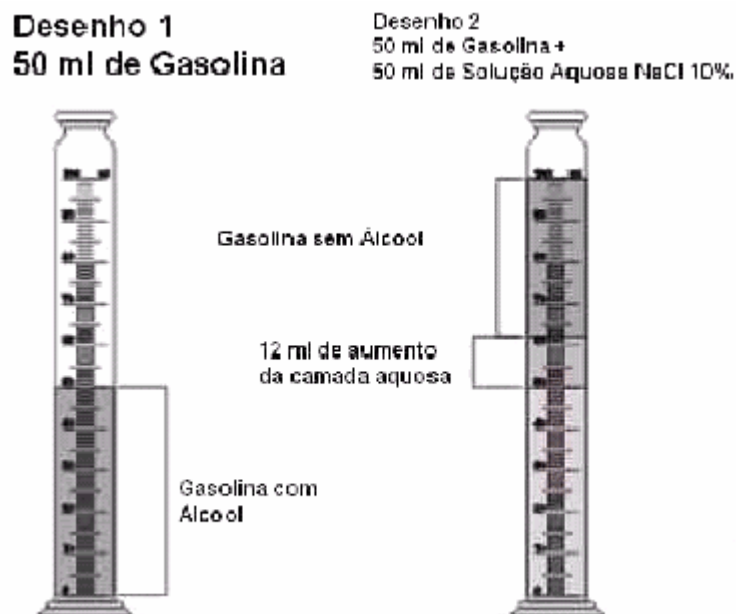

Figura 2 – Análise do teor de álcool na gasolina
Anotar o aumento de volume da camada aquosa em mL (A), conforme mostrado na Figura 2.